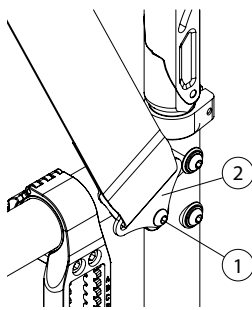

fig 10
- Rimuovete la vite (1) in modo da togliere il morsetto (2) attaccato alla cintura (Fig. 10).